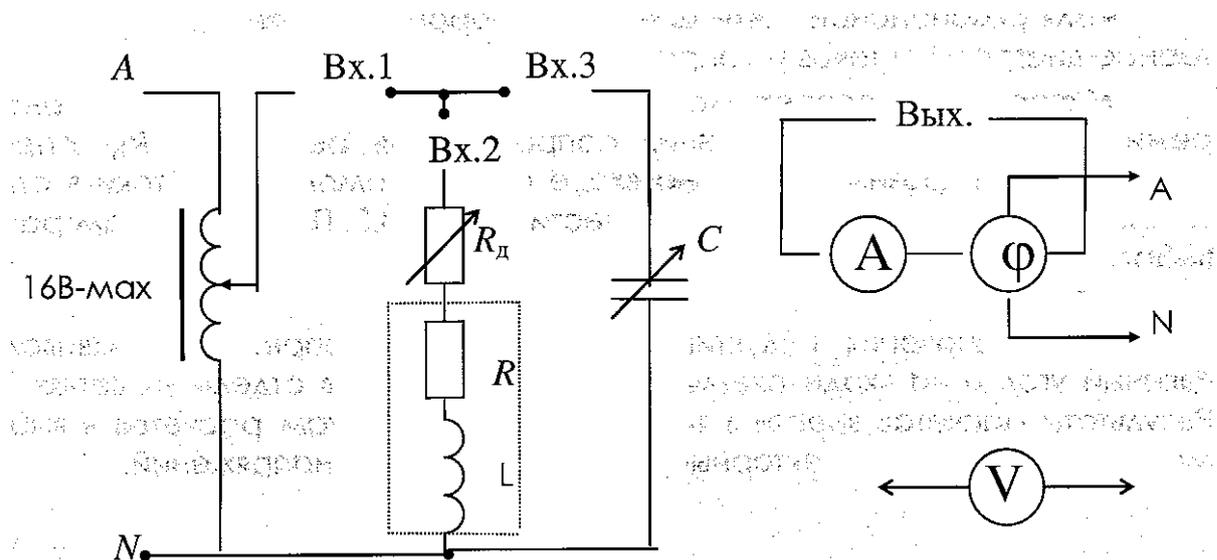

Рис. 8.3
- Рабочая схема исследуемой цепи и схемы включения измерительных приборов (рис. 8.3).
- Собрать электрическую цепь по рабочей схеме рис. 8.3. Установить заданные параметры отдельных элементов. Для каждого из заданных значений емкости конденсатора $C = var$ измерить напряжение на входе цепи $U = const$, эквивалентный фазный угол φ , комплексные токи в параллельных ветвях I_1 и I_2 , ток источника I . Результаты измерений внести в табл. 8.3.